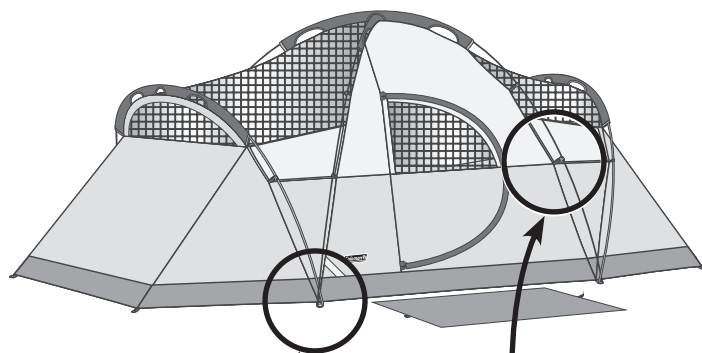

Fig. 3
- Insérez une goupille dans un bout du mât. (Fig. 3 et 4)